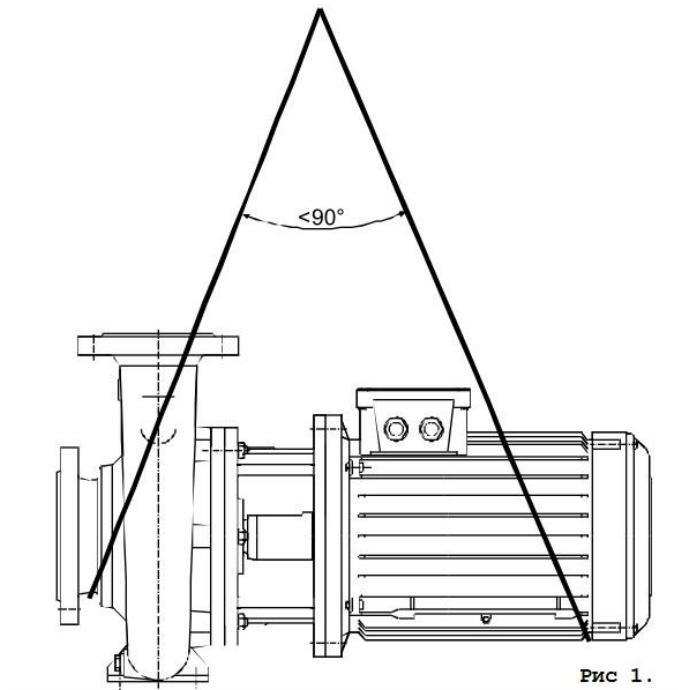

Рисунок 1. Правильный подъем
- Во избежание перекоса поднимать только как на рис. 1.